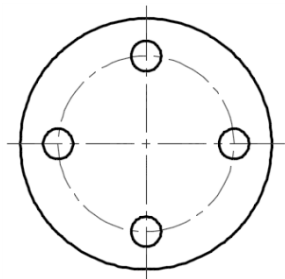

图 3-59 拉长操练的结果
- 3) 分别在水平中心线和竖直中心线的每端附近单击它们，以在各端拉长它们，结果如图 3-59 所示。